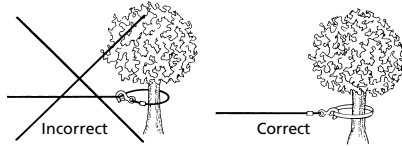

Figure 3
- l'endommager. Utilisez une élingue en nylon (Fig. 3)